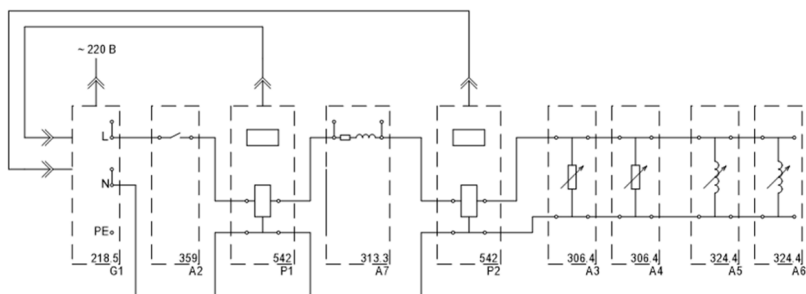

Рис. 2.2. Схема для измерения параметров установившегося режима работы фазы линии электропередачи
Электрическая схема соединений представлена на рис. 2.2. Она состоит из однофазного источника питания G1 (218.5); автоматического однополюсного выключателя A2 (359); измерителя параметров однофазной сети P1, P2 (542); модели линии электропередачи A7 (313.3); активной нагрузки A3, A4 (306.4); индуктивной нагрузки A5, A6 (324.4).
3. Соедините аппаратуру в соответствии со схемой электрических соединений, приведенной на рис. 2.2.